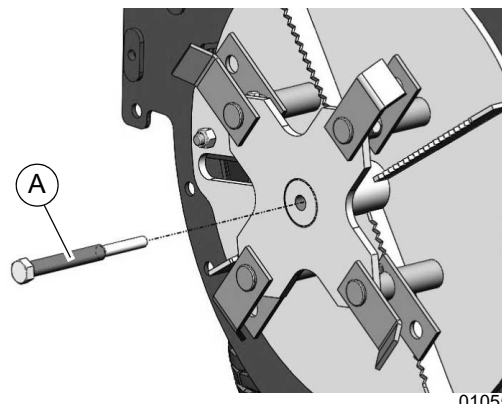

Figura 4-10. Herramienta de retiro del volante
Consulte la Figura 4-10. Generac tiene disponible la herramienta de retiro del volante (A) para retirar fácilmente el volante.